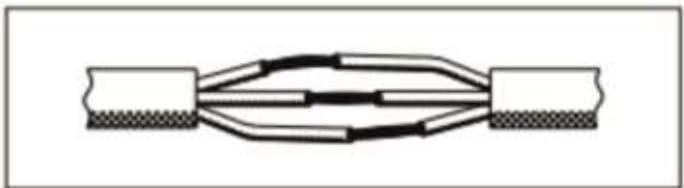
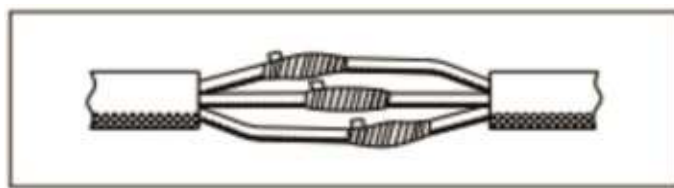

Рисунок 3
Рисунок 4
2. Плотнo замотайте место скрутки жил сначала электроизоляционной лентой (смотрите рисунок 3 ниже), а затем водонепроницаемой изолентой (смотрите рисунок 4 ниже). Водонепроницаемой изоленты по ширине должно быть намотано примерно на 1 см больше, чем электроизоляционной, по обе стороны места соединения.